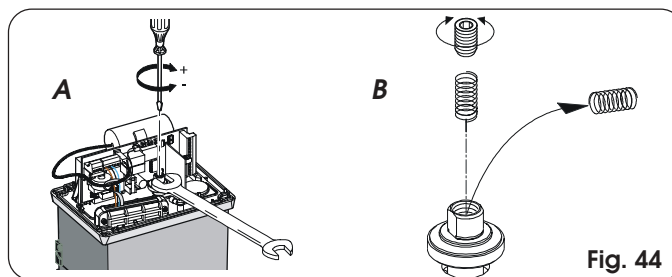

Fig. 44
- Houd de motor as geblokkeerd met een engelse sleutel en draai aan de stelschroef van de koppeling met een inbussleutel of schroevendraaier zoals op fig. 44 Bez. A.
- Der Antrieb wird in der Standardausführung mit der Einstellfeder der Kupplung für Tore bis 1000 kg geliefert. Für Tore mit höherem Gewicht ist die andere mitgelieferte Feder zu verwenden. Zum Auswechseln der Feder sind die in Abb. 44 Bez. B enthaltenen Anweisungen zu befolgen.